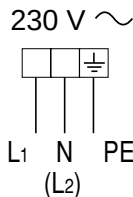

Fig. 9.2
- Reliez les fils à la borne serre-fils "B" comme illustré dans le schéma de la figure 9.2 et le fil de terre sur la borne "PE".